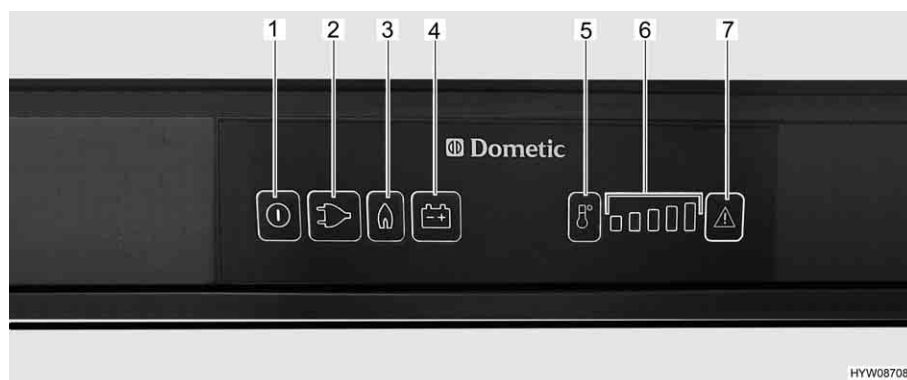

Fig. 165 Elementi di comando per il frigorifero (serie Dometic 8 con SMSE)
- Premere il tasto On/Off (Fig. 165,1) per circa 2 secondi. Il frigorifero si accende. Si accende il tasto dell'ultima modalità di funzionamento.
- Eventualmente premere il tasto per la modalità di funzionamento "Gas" (Fig. 165,3). Il tasto si accende. L'alimentazione del gas è ora aperta. L'accensione avviene automaticamente. È udibile un ticchettio fino a quando procedura di accensione non è stata portata a termine.
- Regolare la temperatura di raffreddamento con il tasto di selezione dei gradi di temperatura (Fig. 165,5).
- Eventualmente premere il tasto della modalità di funzionamento "230 V" (Fig. 165,2). Il tasto si accende.
- Eventualmente premere il tasto della modalità di funzionamento "12 V" (Fig. 165,4). Il tasto si accende.